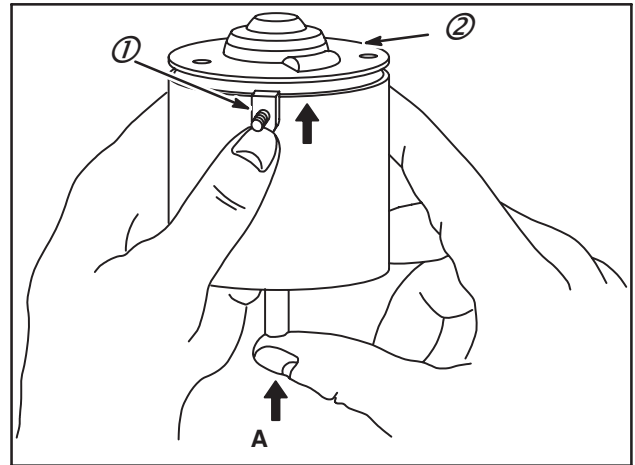

Fig. 51
2. Déposer le rotor et le couvercle (2) en soulevant l'axe du rotor (A) comme indiqué à la Fig. 51.